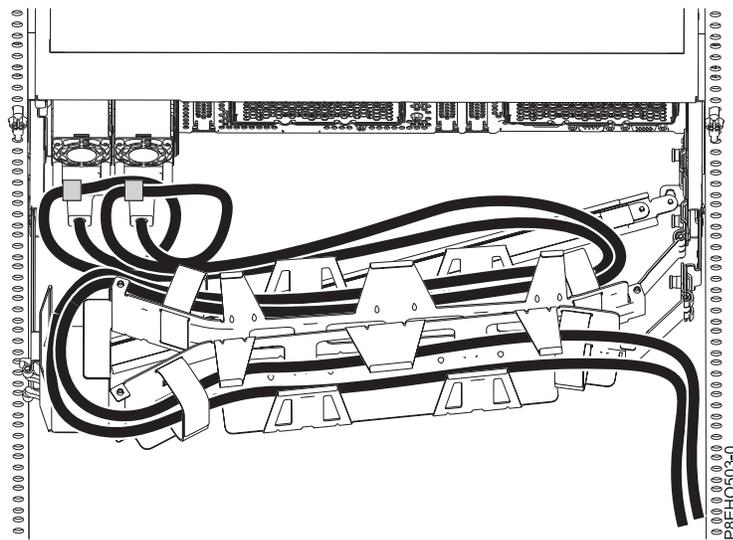
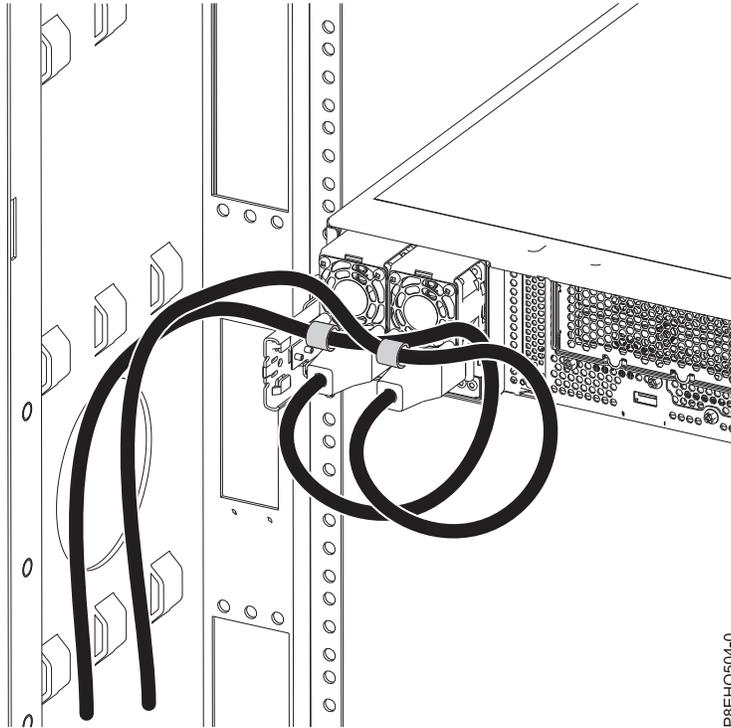

図 130. ケーブル・マネジメント・アームで配線する電源コードのループ：電源コードは反時計方向にループして右側に配線します。
図 131. 側壁に沿って配線する電源コードのループ：電源コードは反時計方向にループして左側に配線します。
3. 電源コードをループ状に配線して、電源装置ハンドルに接続します。電源コードをどのようにループさせるかに注意してください。ループの直径は必ず 5 cm 以上に維持してください。ループには 2 つのタイプがあり、図 130 と 140 ページの図 131 に詳しく示しています。面ファスナーを使用して電源コードを電源装置のハンドルに留めます。